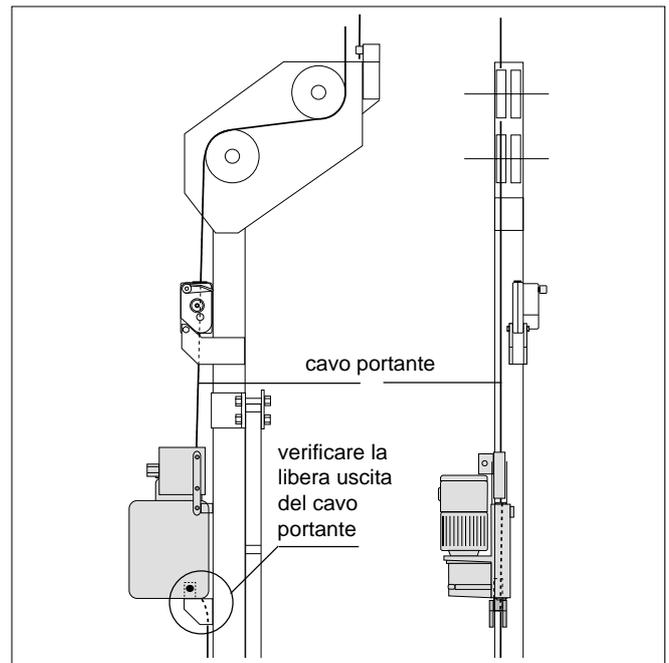

Fig. 1.21
b) . . . sulle testate a «C» (Fig. 1.21)
- Far passare il cavo portante (151) sopra la puleggia sinistra (vista posteriore) della testata.
- Premere il pulsante SALITA (43) e continuare a spingere il cavo a mano finché uscirà dal foro inferiore dell'argano.